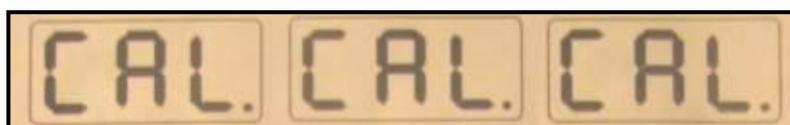

Рис. 9-1
9.2 Нажать кнопки D+C, см. рис. 9-1 (закрыть защитный кожух), нажать кнопку START, перейти на следующий этап (нажать кнопку STOP или C, чтобы выйти из указанного режима).